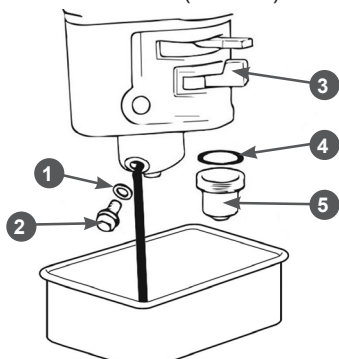

Рис. 23. Обслуживание карбюратора
1. Установите под карбюратор подходящую емкость (Рис. 23).
2. Установите рычаг топливного крана в положение «ЗАКРЫТО» (Рис. 23).
3. Открутите болт 2 сливного отверстия и слейте топливо из поплавковой камеры карбюратора в подготовленную для этого ёмкость (Рис. 23).
- Открутите стакан отстойника 5, вылейте из него топливо в заранее подготовленную емкость (Рис. 23).
1. Слейте топливо из карбюратора (Рис. 23) или выработайте топливо в карбюраторе.